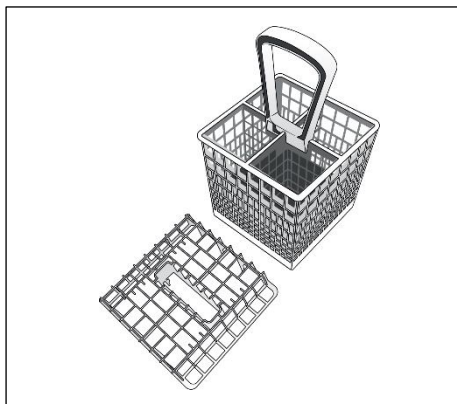

Abb. 5
• AQUAPROTECT - WASSERSCHLAUCH MIT SCHUTZVORRICHTUNG (Abb. 5):
- Stellen Sie das Besteck mit den Griffen nach unten in den dafür vorgesehenen Plastikbehälter, der dann in den unteren Geschirrkorb gestellt wird (Abb. 5) Achten Sie darauf, dass das Besteck die Rotation der Sprüharme nicht hindert.
Der obere Teil des Besteckkorbes kann entfernt werden, um eine flexible Nutzung zu ermöglichen (Abb. 5)